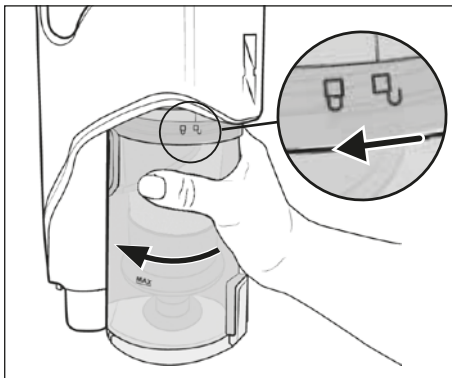

Fig. 18
- 1) Para retirar o reservatório de pó **7** do aparelho, rode-o no sentido do símbolo  (abrir), até ser possível soltá-lo do aparelho (ver fig. 18).